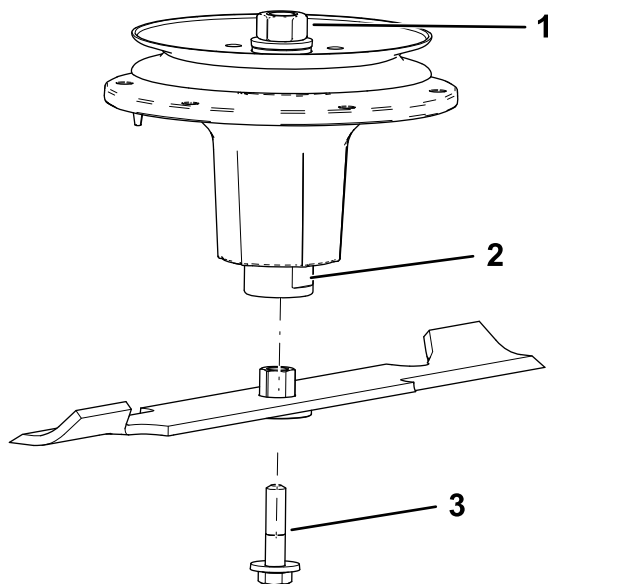

Figure 109
2. Installez l'ensemble douille/lame sur l'axe de pivot (Figure 109).